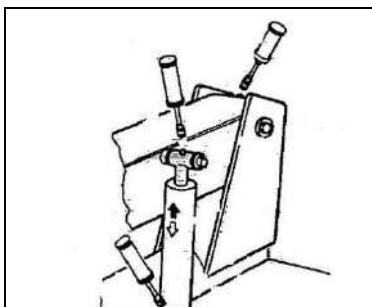

Рисунок 33
- 3) Время от времени смазывайте цилиндр подъема кронштейна шпинделя, а также его шарнир. Добавьте смазку через смазочные ниппели (см. Рисунок 33), используя обычную смазку.